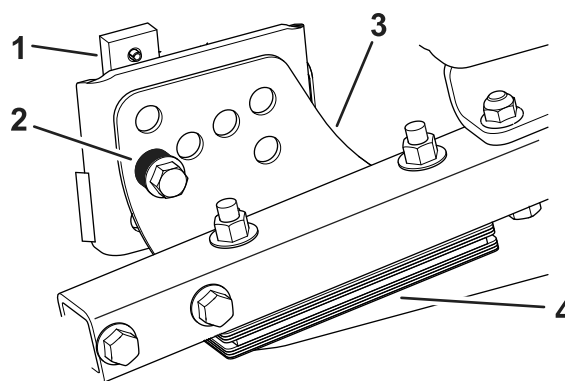

Рисунок 75
- Снимите кронштейн высоты скашивания (передний, левый или правый) с рамы деки (Рисунок 75).
- Установите регулировочные прокладки толщиной 1,5 мм и/или 0,7 мм между рамой деки и кронштейном, чтобы получить необходимую регулировку высоты (Рисунок 75).